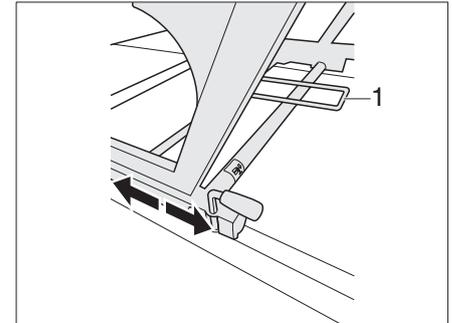

Bild 41 Schlafsitzbank verschieben
- ▶ Entriegelungshebel (Bild 41,1) hochziehen und Schlafsitzbank auf der Schiene positionieren.